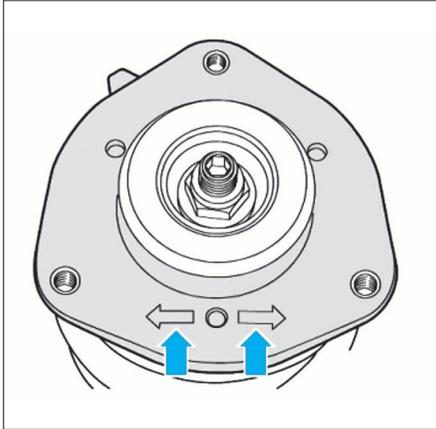

FIG. 6
- veiller à ce que l'une des deux flèches présentes sur le palier supérieur de l'amortisseur soit orientée vers l'avant du véhicule (Fig.6).